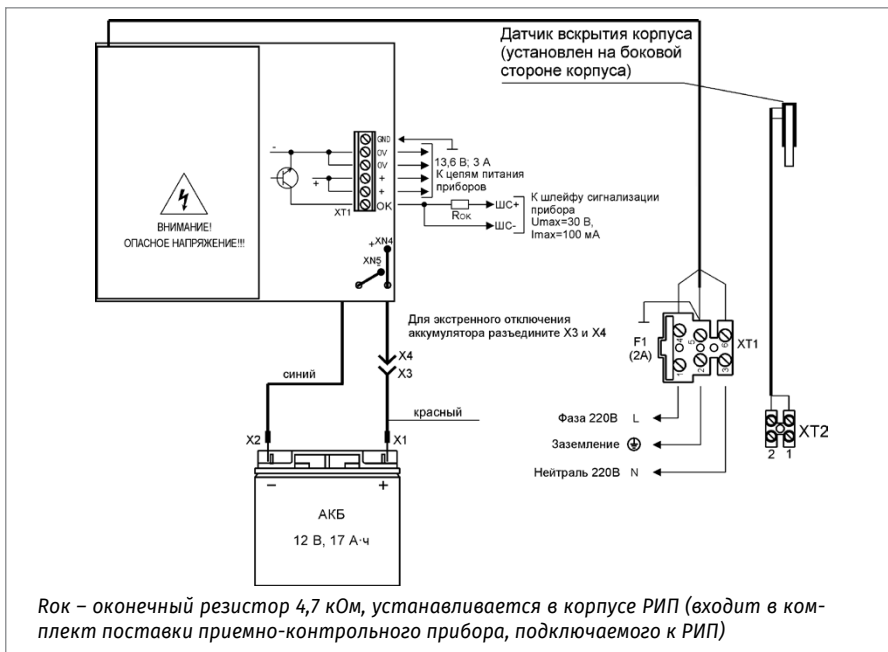
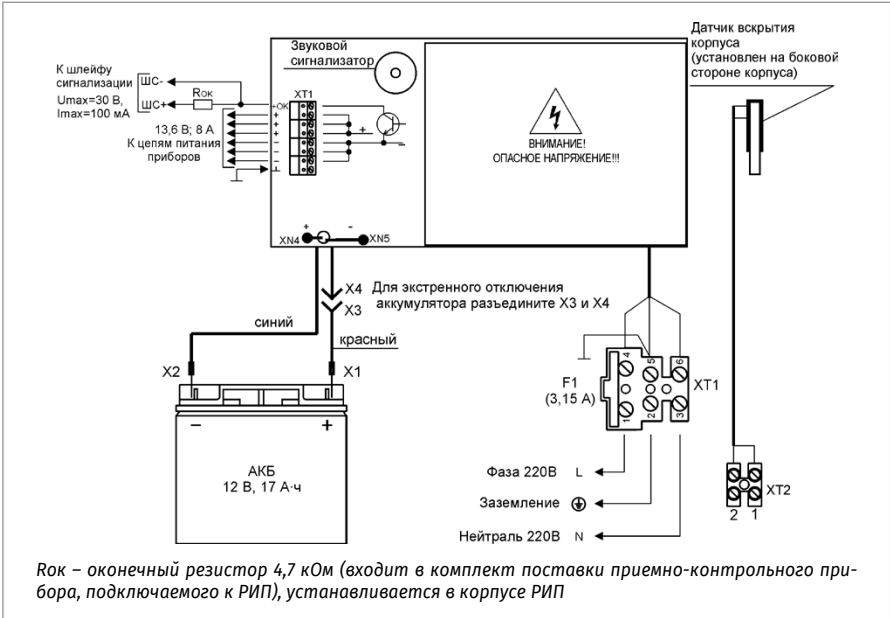

Рисунок 1. Схема подключения РИП-12 исп.01 (РИП-12-3/17М1)
Рисунок 5. Схема подключения РИП-12 исп.05 (РИП-12-8/17М1)
1.5. Схемы подключения приведены на Рисунок 1...Рисунок 5.
Проверьте правильность произведённого монтажа в соответствии со схемой подключения (Рисунок 1...Рисунок 5).